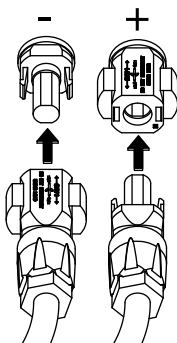

Fig. 31: Collegamento della stringa FV
6. Inserire i connettori femmina e i connettori maschi dei cavi DC nell'inverter. **Fig. 31** Conservare i tappi di tenuta dei connettori.